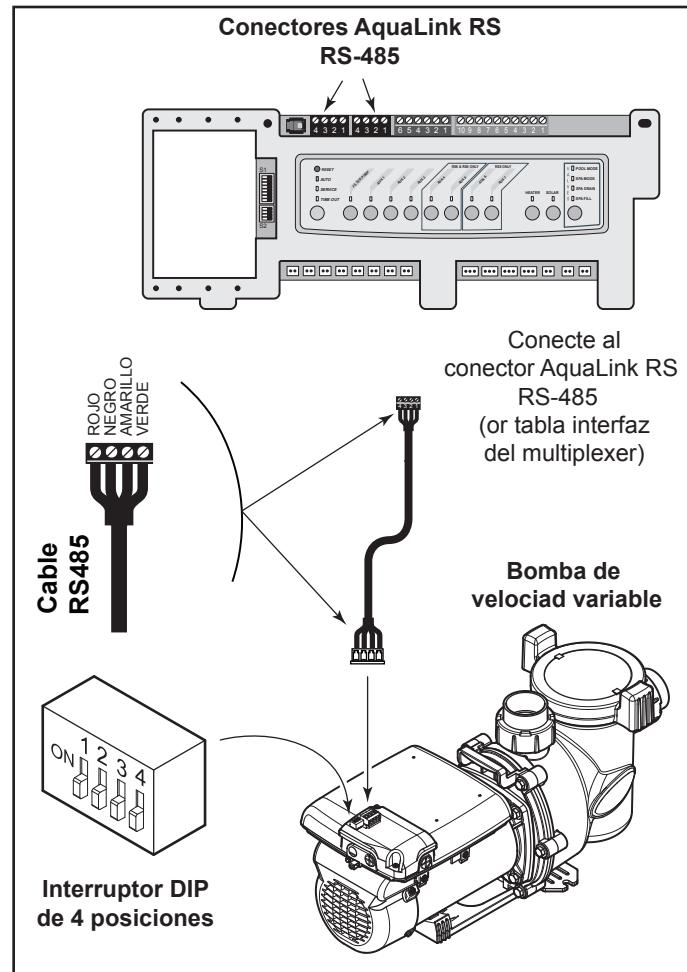

Figura 10. Cableado del controlador AquaLink RS o AquaLink PDA a la bomba VS-FHP
2. Deslice los interruptores DIP 1 y 2 abajo, quedando en la posición apagado. Véase la Figura 10.
4. Conecte el otro extremo del cable al conector RS-485 en el AquaLink RS (o tarjeta interfaz multiplexora), coincidiendo los colores de los cables con las posiciones del conector de la siguiente manera: 1-rojo, 2-negro, 3-amarillo y 4-verde. Véase Figura 10.